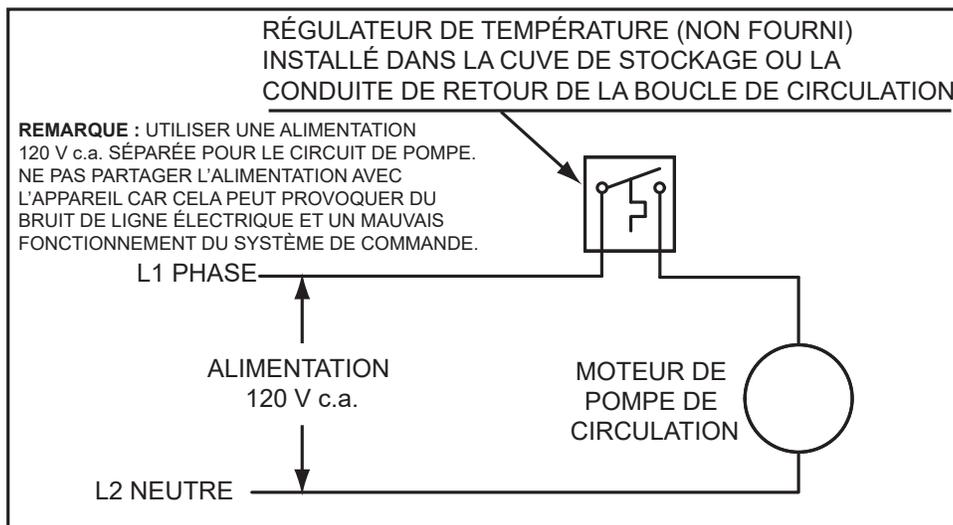

Figure 72. Schéma de câblage de la pompe de circulation – Recirculation de cuve de stockage ou de bâtiment
6. Si une pompe est installée entre un chauffe-eau et une cuve de stockage ou sur un circuit de recirculation du bâtiment comme à la *Figure 72* (page 100).